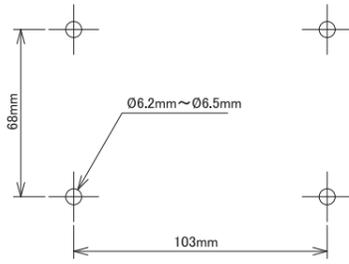

図1. 取付け穴寸法図
1. 取付ける場所（天井・柱・壁面等）にφ6.2mm～φ6.5mmの穴を、図1の寸法で4ヶ所あけてください。